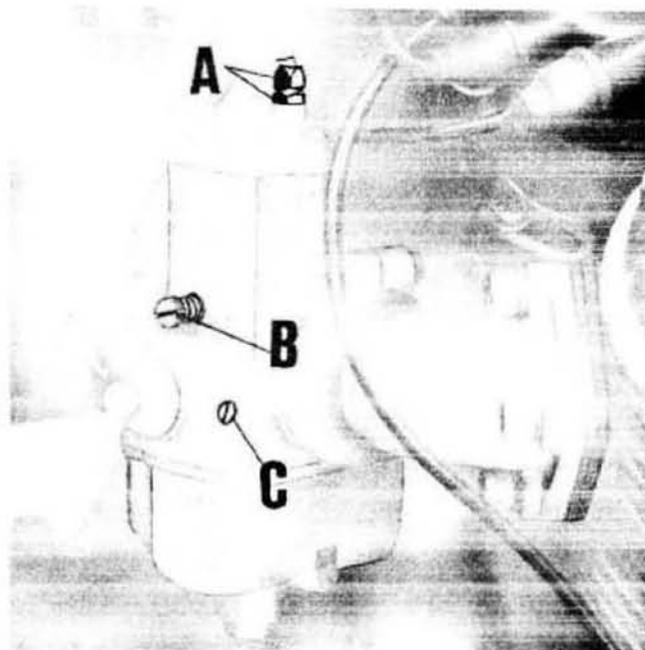

Fig. 78
- 2 - controllare la sincronizzazione delle valvole gas; questa operazione va eseguita con il contenitore filtro e manicotto di collegamento carburatori smontati; mentre si fa ruotare la manopola comando gas, con le dita a contatto delle valvole gas sui carburatori si dovrebbe individuare se le valvole aprono in uguale misura e nel medesimo istante: eventuali differenze di apertura vanno corrette agendo sulla vite tendifilo (vedere A di fig. 78) di un carburatore sino a che, ruotando la manopola gas, si constata la perfetta sincronizzazione di apertura delle valvole gas;
- 3 - regolare il minimo benzina agendo sulla vite C di fig. 78. Svitandola si aumenta l'afflusso
Con motore funzionante a circa $1000 \div 1100$ giri, staccare la candela da un cilindro e agire sulla vite C di fig. 78 del carburatore del cilindro opposto svitandola o avvitandola in un campo limitato sin tanto che si raggiunge il punto di miglior rendimento e con un leggero aumento di giri.
- 4 - staccare il cavo candela dal cilindro destro, avviare il motore, ed accertarsi che spenga dopo quattro o cinque scoppi; se spegne prima, o dopo, agire sulla vite di regolazione minimo valvola gas (vedere A di fig. 78) fino a che il motore si spe
entro detto numero di giri. Ripetere l'operazione sul cilindro destro staccando il cavo candela dal cilindro sinistro ed avviare il motore; se il cilindro destro è nella normalità il motore deve spegnersi entro quattro o cinque scoppi, altrimenti passare alla regolazione agendo sulla vite (vedere B di fig. 78) come sopra sino a che il motore si spenga entro il medesimo numero di scoppi; riattaccare quindi il cavo alla candela del cilindro sinistro;